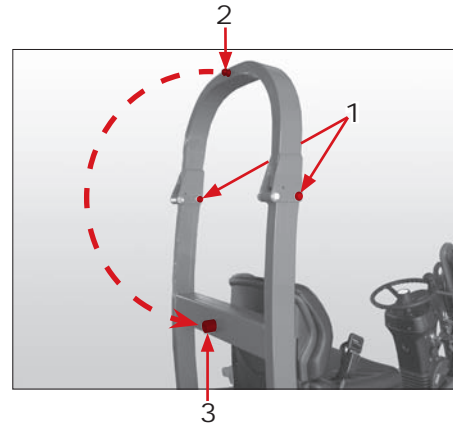

Abb. 24
1. Entfernen Sie die Schrauben Pos. 1 (Abb. 24)
Klappen Sie den Überrollbügel in umgekehrter Reihenfolge zurück, wenn die geklappte Stellung nicht mehr notwendig ist. Ziehen Sie die Sicherungsmuttern der Schrauben Pos. 1 (Abb. 24) wieder fest, sodass sie sich nicht wieder von selbst lösen können.